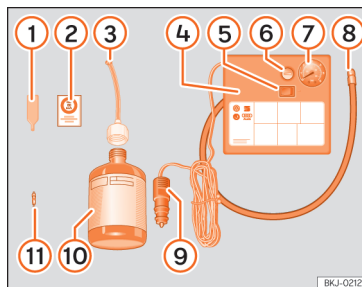

Fig. 231 Afışajul standard: componentele kitului de reparație anvelope în caz de pană.
Kitul de reparație anvelope în caz de pană este amplasat sub podeaua portbagajului. Include următoarele componente »» fig. 231:
- Deșurubați capacul ventilului anvelopei și înserția. Utilizați dispozitivul »» fig. 231 1 pentru a scoate capacul ventilului. Așezați-o pe o suprafață curată.
- Scuturați bine recipientul cu etanșant pentru anvelope »» fig. 231 10.
- Înșurubați furtunul de umflare >>> **fig. 231 ③** și pe recipientul cu etanșant. Sigiliul recipientului se va rupe automat.
- Scoateți capacul de umplere >>> **fig. 231 ③** și înșurubați capătul deschis al tubului pe ventilul anvelopei.
- Înlocuiți capacul cu dispozitivul >>> **fig. 231 ①** pe ventilul anvelopei.
- Înșurubați furtunul compresorului pentru umflarea anvelopei >>> **fig. 231 ⑧** pe ventilul anvelopei.
- Verificați dacă șurubul de evacuare a aerului este închis >>> **fig. 231 ⑥**.
- Cuplați mufa >>> **fig. 231 ⑨** la priza de 12 V a autovehiculului >>> **pag. 225**.
- Porniți compresorul de aer de la comutatorul ON/OFF [pornit/oprit] >>> **fig. 231 ⑤**.
- Lipiți autocolantul >>> **fig. 231 ②** pe afișajul panoului de bord, în câmpul vizual al șoferului.
Înșurubați din nou tubul de umflare >>> **fig. 231 ⑧** și verificați presiunea pe manometrul **⑦**.